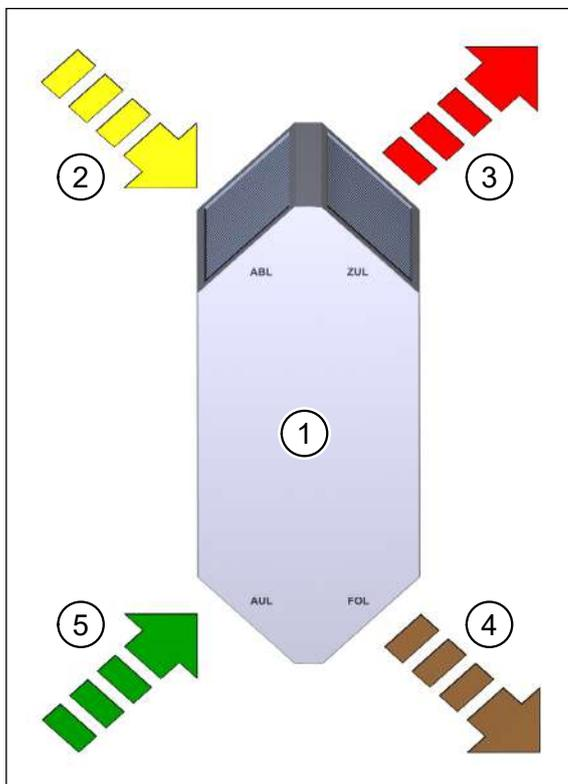

Fig. 11 : Principe de fonctionnement de l'échangeur thermique à plaques à contre-courant croisé
Les canaux sont placés dans l'échangeur thermique à plaques à contre-courant croisé (pos. 1 dans Fig. 11) de telle façon que les flux d'air sont exactement contraires. Ceci garantit un degré optimum d'échange d'énergie thermique.
L'hiver, les plaques, qui présentent une haute conductibilité thermique, transmettent la chaleur provenant du courant d'air repris (pos. 2 dans Fig. 11) au courant d'air fourni (pos. 3 dans Fig. 11). L'air repris refroidi est évacué vers l'extérieur en tant qu'air rejeté (pos. 4 dans Fig. 11). L'été, c'est l'inverse, l'air entrant, plus chaud, est refroidi.